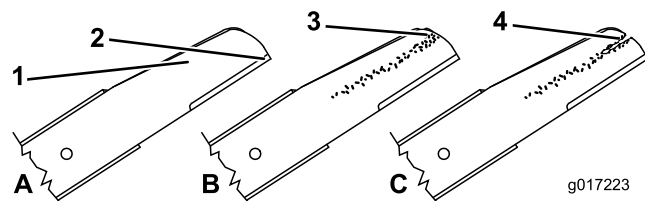

Figura 34
1. Controllate i taglienti (Figura 34). Se i taglienti non sono affilati o presentano intaccature, togliete le lame ed affilatele o sostituitele.
2. Controllate le lame stesse, in particolare l'area curva (Figura 34). Se notate eventuali danni, usura o una fessura in quest'area, sostituite immediatamente con lame nuove.